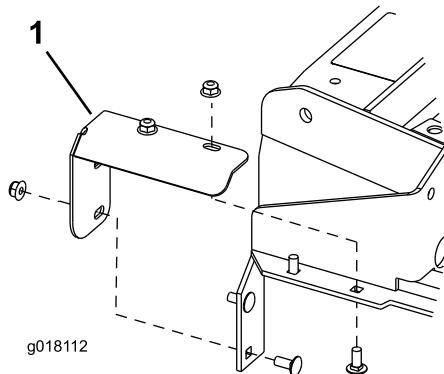

図 2
5. デッキの左角部に、左側フットシールドを取り付ける； $5/16 \times 3/4$ インチのキャリッジボルト (4 本) とフランジナットを使用して図 2 のように取り付ける。